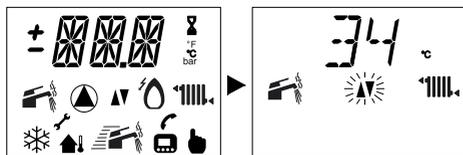

Figura 5.69
- Per modificare il SET programmato agire sui pulsanti **▲** (up) o **▼** (down) e aspettare che il numero programmato cominci a lampeggiare (Figura 5.69).